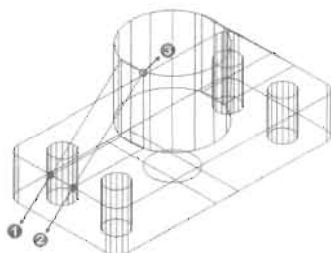

图 15-60
(5) 在命令行中输入 Slice 命令, 将拉伸出来的长方体剖切, 如图 15-60 所示, 命令执行过程如下。
指定平面上的第一个点: //捕捉如图 15-60 所示的点 1
指定平面上的第二个点: //捕捉如图 15-60 所示的点 2
指定平面上的第三个点: //捕捉如图 15-60 所示的点 3